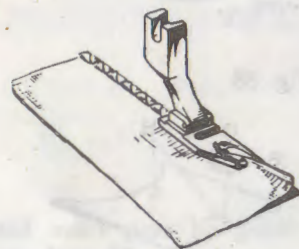

Fig. 40
b) NARROW ROLLED EDGES (Fig. 40)